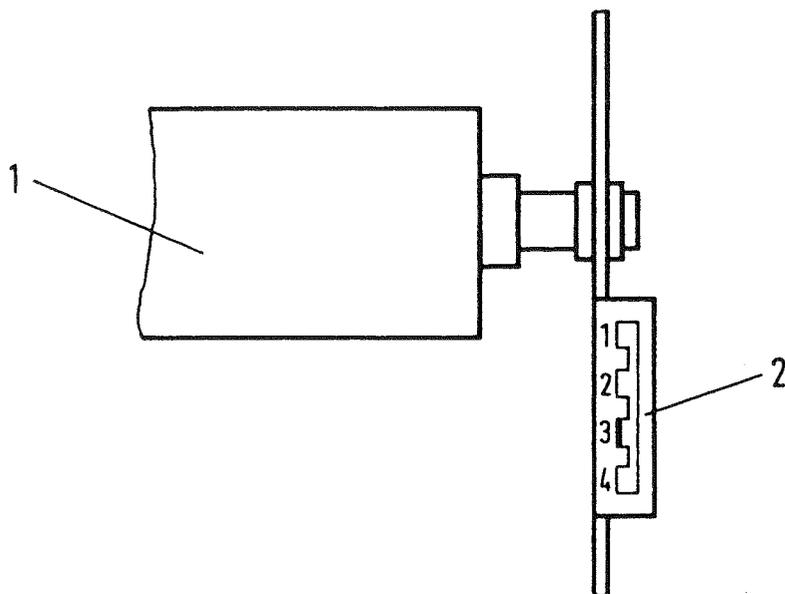

Bild 8 Einstellen der Papierdicke
- Papierdicke entsprechend der Anzahl der Nutzen mit dem mechanischen Steller (Bild 8) einstellen.